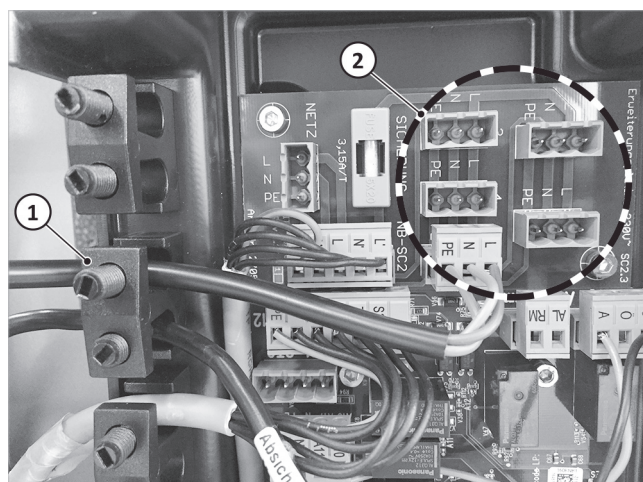

Fig. 12: Platina de ampliación con 5 ranuras posibles
5. Asegure el cable de red con un prensaestopas → Fig. 12 (1).